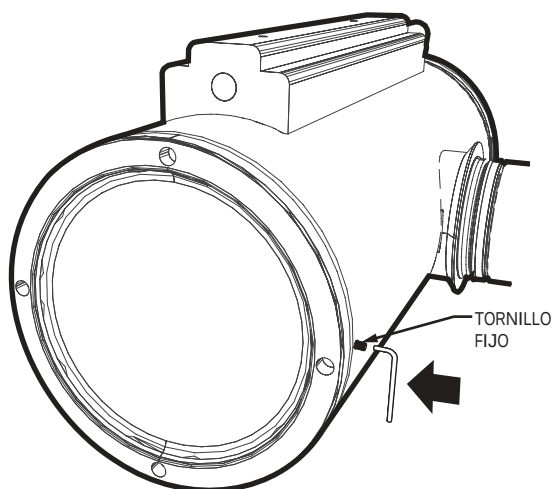

Figura 5. Afloje el tornillo fijo
1. Consulte la Figura 5. Afloje el tornillo fijo de la parte posterior de la carcasa con la llave Allen de 1,5 mm suministrada.